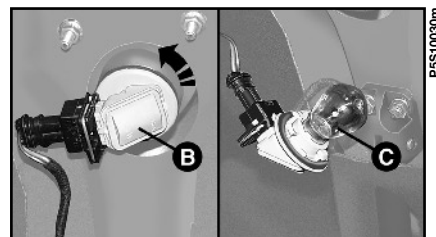

fig. 22
- 3) Ruotare di circa 1/4 di giro in senso antiorario il portalampada **B**-fig. 22.